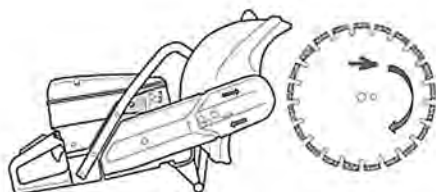

Рис. 5 Проверка направления вращения диска
3. Проверьте направление вращения диска. Убедитесь, что диск будет вращаться в направлении, указанном стрелкой на диске. Направление вращения показано стрелками на кожухе режущего узла бензореза и полотне диска (Рис. 5). Определите какой стороной требуется установить диск на бензорез, чтобы направление вращения шпинделя и диска совпадали (Рис. 5).